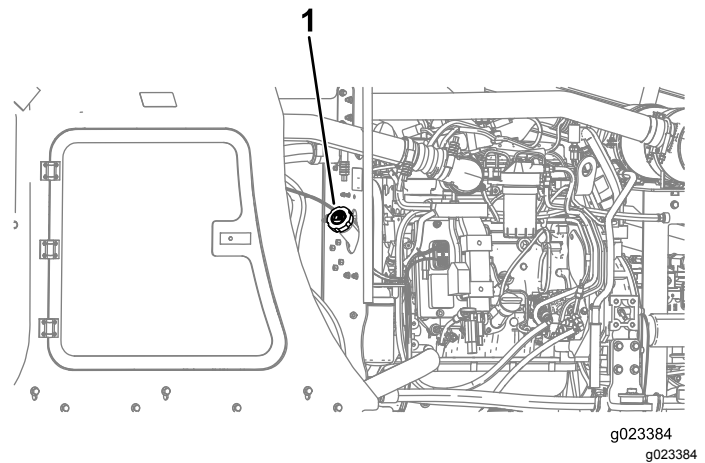

Figure 37
3. Retirez le bouchon du réservoir de carburant (Figure 37).